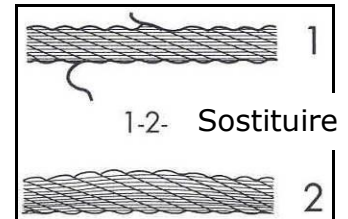

Figura 13 – Cavo da sostituire
- un'ispezione visiva del cavo volta a stabilire l'assenza di sfilacciamenti, schiacciamenti, rigonfiamenti, piegamenti ecc. (**Figura 13**).